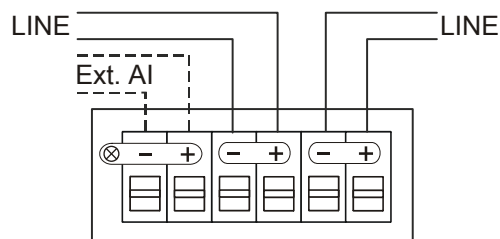

Fig. 4
3. Connect the feed line to the terminals in the switching unit (see Fig. 4) in accordance with the connection diagram.
3. Schließen Sie die Zuleitung gemäß Anschlusschema an die Klemmen im Schaltungseinsatz an (siehe Fig. 4).